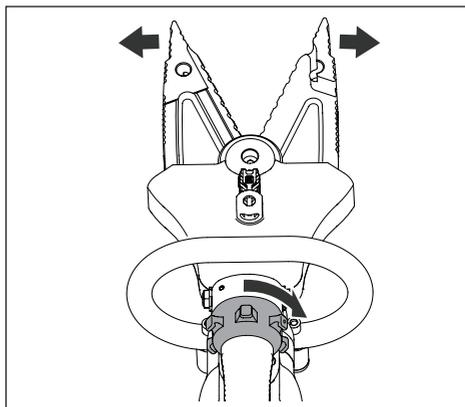

Figure 8, Lames/mâchoires ouvertes
- Tournez le bouton vers la droite et maintenez-le pour ouvrir les lames/mâchoires. Voir la Figure 8.